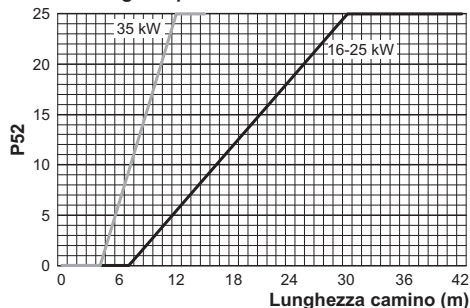
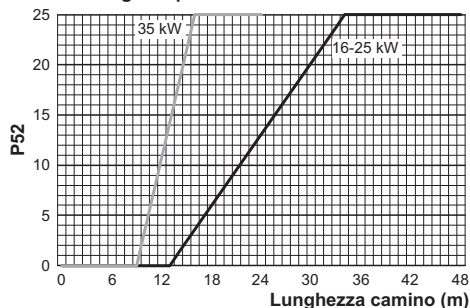

Figura 5.21
Figura 5.22
- Utilizzando i tasti 12 o 14 è possibile modificare il valore del parametro 52 da 00 a 25 (Figura 5.21 e Figura 5.22).